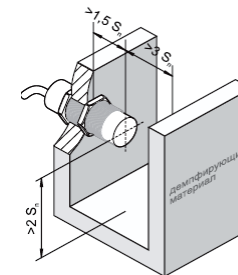

Рисунок 4 - Минимальные расстояния до металлических и демпфирующих объектов при установке емкостных выключателей
5.1 Металлы и материалы с высокой диэлектрической проницаемостью (например, вода) обладают сильным демпфирующим действием, поэтому, если регулировкой чувствительности исключить их влияние невозможно, необходимо обеспечить свободную область вблизи активной поверхности выключателя согласно рис. 4